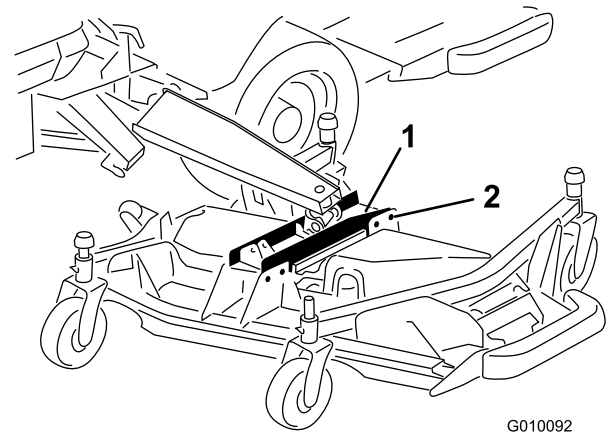

Figure 7
5. Déposez les (8) vis à embase et contre-écrous qui fixent l'accouplement au plateau de coupe (Figure 7).
7. Fixez l'accouplement au plateau de coupe avec (8) vis à embase et contre-écrous (Figure 7).